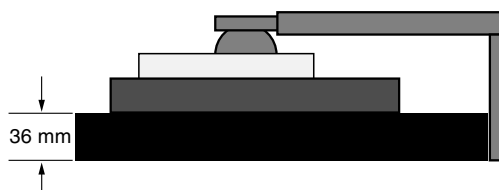

Figura S.1
3. Sitúe el monitor boca abajo en una superficie no abrasiva. (Coloque la pantalla sobre una plataforma de 36 mm para que el soporte quede paralelo a la superficie) (**figura S.1**).